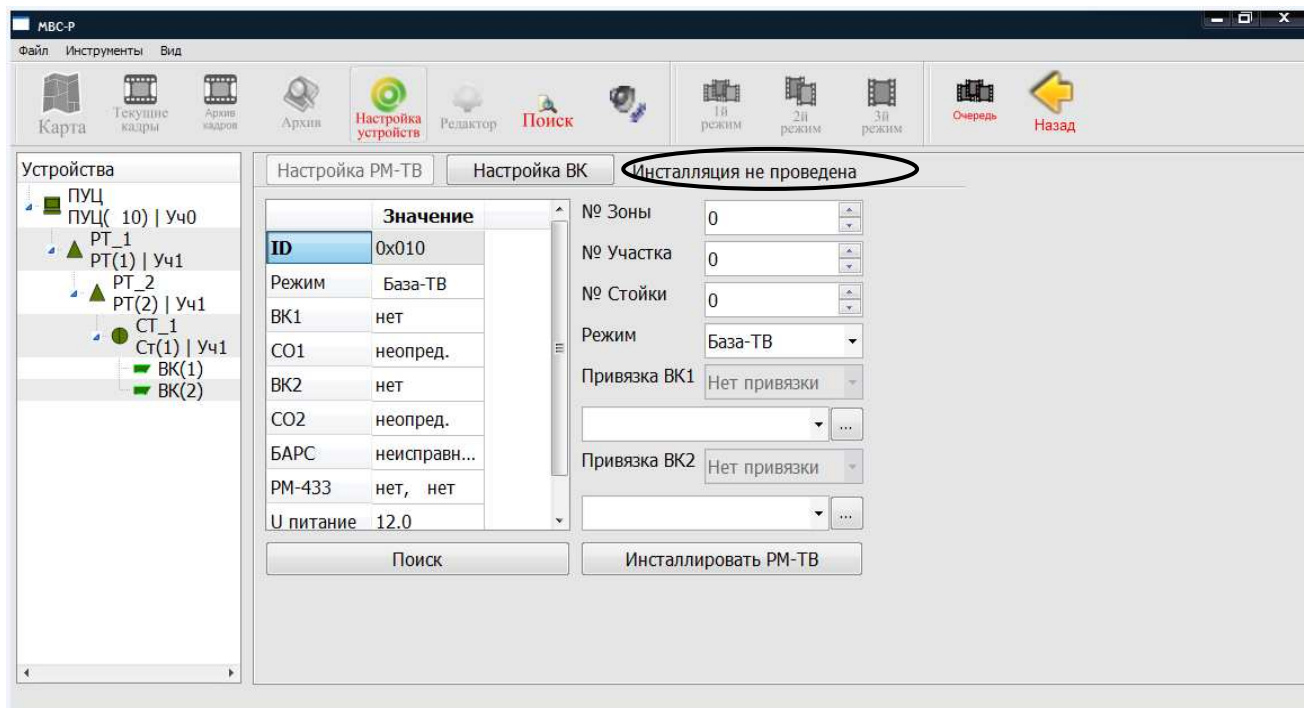

Рисунок 4.28
4.2.3 Для настройки РМ-ТВ из состава ПУЦ необходимо переключиться в режим настройки устройств, для чего нажать кнопку «Настройка устройств» (рисунок 4.28). Проконтролировать появление сообщения «Инсталляция не проведена».